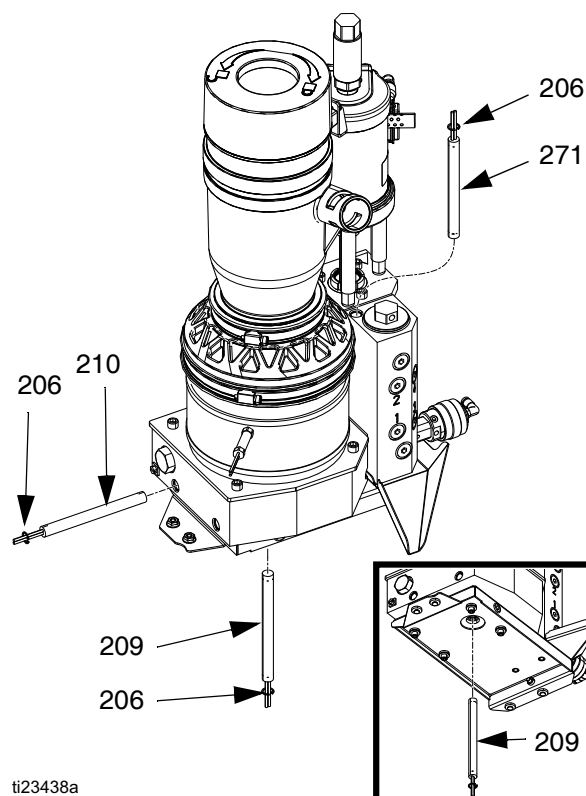

FIG. 42
Desmontaje (vea la FIG. 42):
Volver a montar (vea la FIG. 42):
2. Instale la varilla del calentador; luego instale el anillo de retención de la varilla (206). Consulte la FIG. 42.